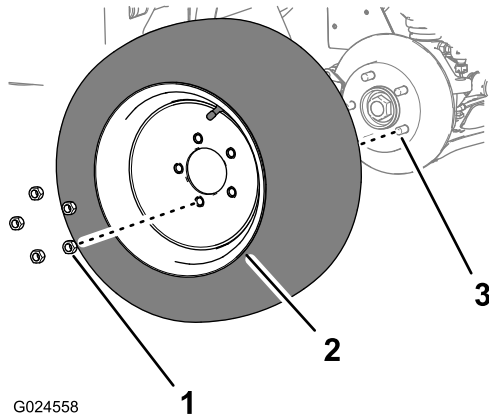

Bild 16
1. Nehmen Sie die fünf Radnabenmuttern ab, mit denen das Vorderrad an der Radnabe befestigt ist (Bild 16).
2. Nehmen Sie das Rad von der Radnabe ab (Bild 16).